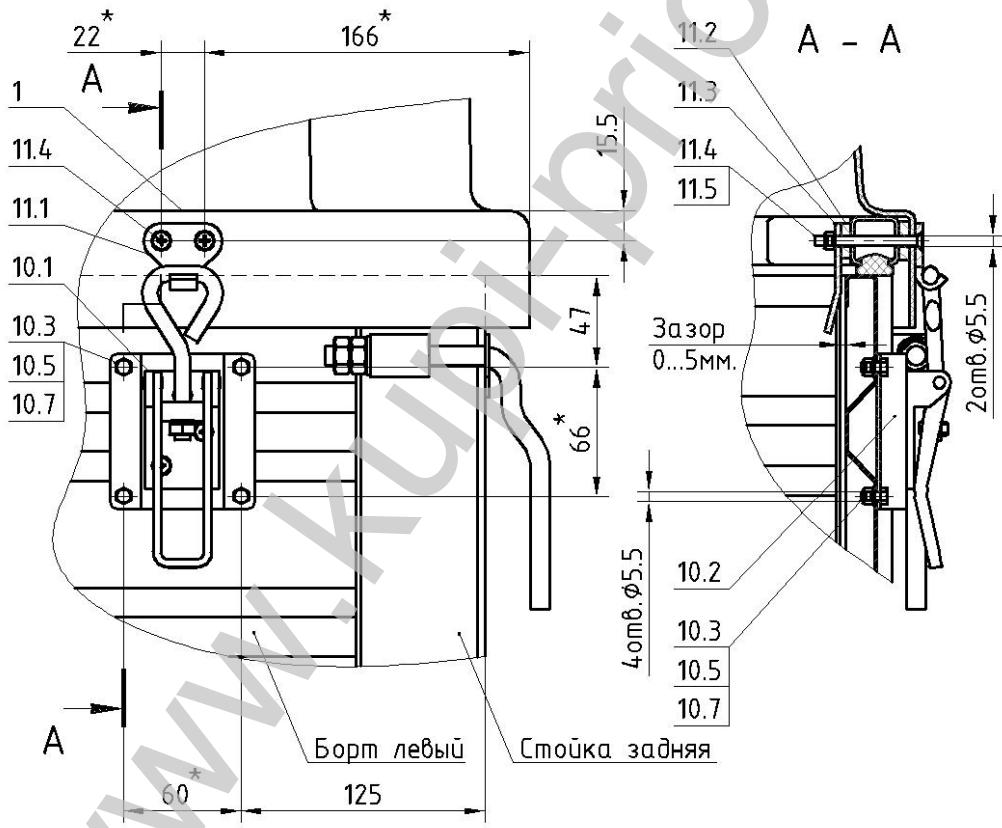

Рисунок 3.
17. Просверлить отверстия Ø5.5мм под замки 10, используя подставку замка 10.2 как шаблон, на расстоянии 125мм от задней стойки и 47мм от верхнего края борта (рис. 3).
22. Установить в соответствующем порядке (рис. 3, сечение A-A) винты 11.4, крючок 11.1, проставочную пластину 11.2 и ловушку 11.3.